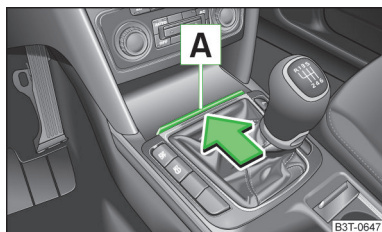

Fig. 67
➤ Apăsați pe marginea capacului » fig. 67 în sensul săgeții.
- > Deschideți scrumiera » fig. 67 la pagina 76.